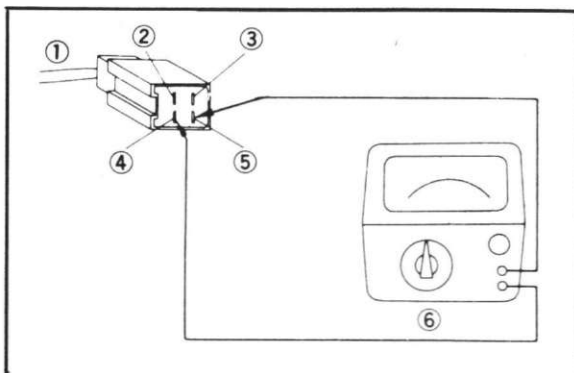

Fig. 6-1-15
(Fig. 6-1-15)
- g. Essai No. 3: raccorder les sondes de l'ohmmètre aux fils rouge/blanc et noir. (Fig. 6-1-15)
(Abb. 6-1-15)